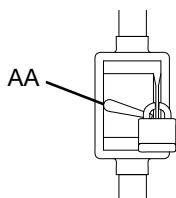

图 11：电气断连装置
注意：确保电器断连装置 (AA) 在接线前已关闭并锁定。参见图 11。